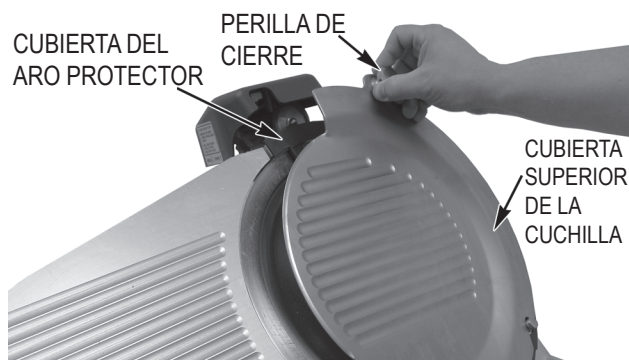

Fig. 10
- Retire la cubierta superior de la cuchilla (Fig. 10) tirando de la perilla de cierre. La cubierta superior de la cuchilla se mantiene en su sitio gracias a un imán situado bajo la perilla de cierre.
- Retire la cubierta protectora de plástico del aro protector (Fig. 10) levantándola.